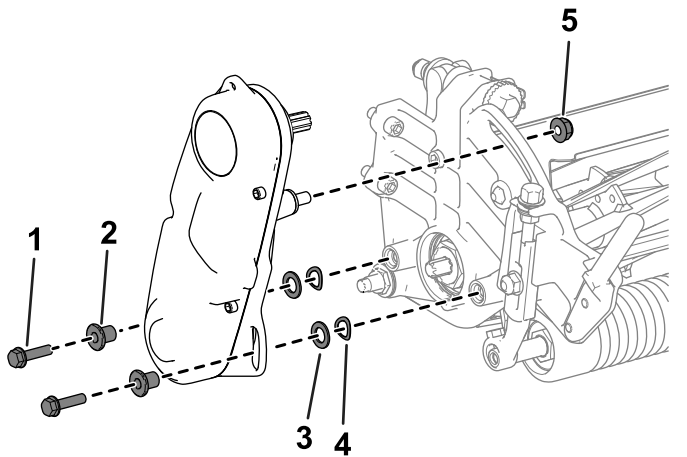

Figura 3
1. Retire los herrajes que fijan el conjunto de la transmisión del molinete a la placa lateral (Figura 3).
2. Retire el conjunto de la transmisión del molinete, las arandelas planas, las arandelas de muelle y los espaciadores de la placa lateral (Figura 3).